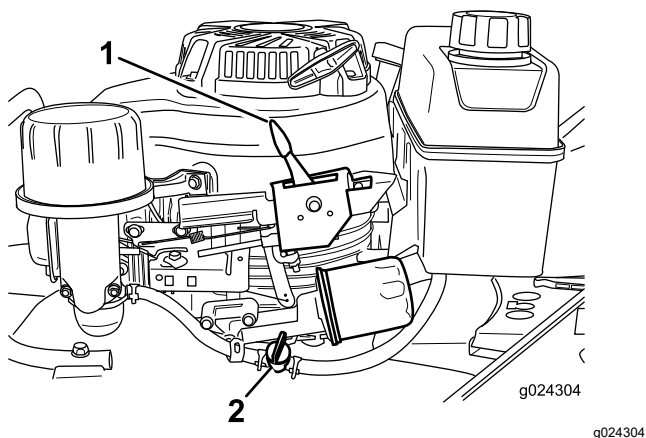

Рисунок 15
2. Откройте топливный клапан, переместив его рычаг **вправо** (Рисунок 15).
Отпустите штангу управления ножом и переведите рычаг дроссельной заслонки (Рисунок 15) в положение ОСТАНОВ.
**Примечание:** Закройте топливный клапан (Рисунок 15), если вы не будете запускать двигатель в ближайшее время.